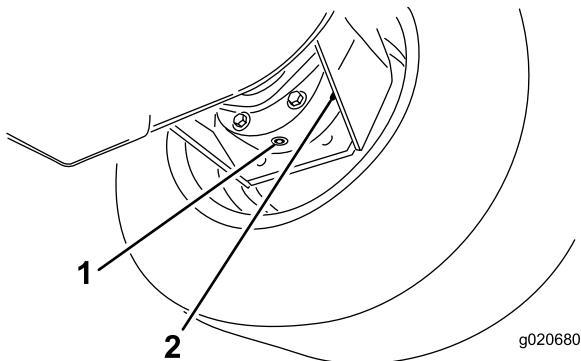

Figura 104
- Coloque un recipiente debajo del alojamiento del freno, retire el tapón y deje que se drene el aceite (Figura 104).